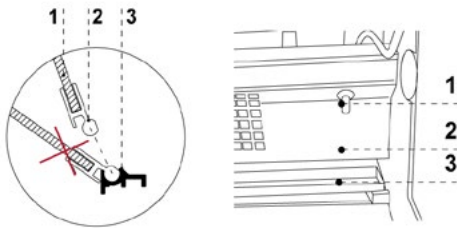

Fig. 13
Løft i fra glasset (1) fra sitt normale leie. Løft hele glasset ut som vist i fig. 13 (2). **La aldri glasset stå som vist under (3).** (1) på høyre side av fig. 13 viser termostatføleren. Pass på at den ikke blir skadet under rengjøring (2) er frontskjermen. (3) er drypprennen under fordampere.